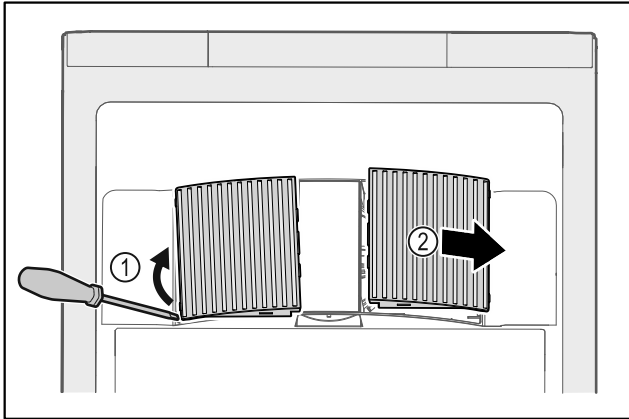

Fig. 47
- ▶ Óvatosan fessegesse le a ventilátor burkolatait oldalról Fig. 47 (1), és emelje le őket előre Fig. 47 (2).